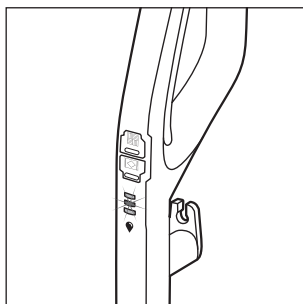

Afb. 13
- ♦ Druk op de schakelaar harde vloer  **14** om het apparaat in te schakelen (zie afb. 13). De LED van de schakelaar harde vloer  **14** licht blauw op.
- ◆ Druk opnieuw op de schakelaar harde vloer  **14** om het apparaat uit te schakelen (zie afb. 13).